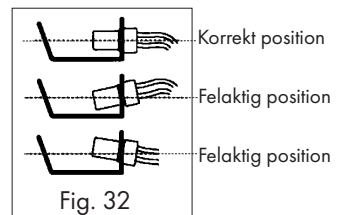

Fig. 32
- Byt ut fotocellen. För korrekt placering av fotocellen, se bild 32